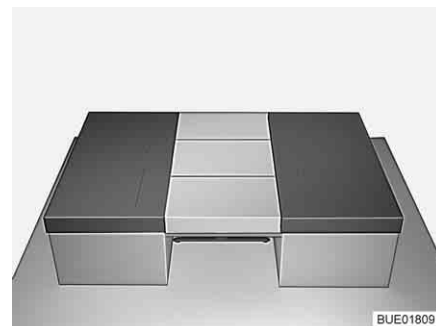

Fig. 86 Dopo la trasformazione
- Posizionare tre cuscini degli schienali sul tavolo (vedi Fig. 86).